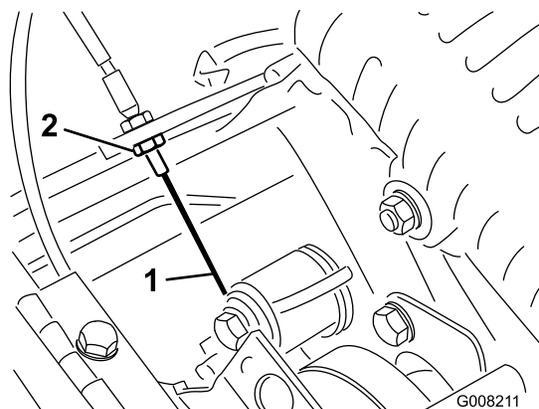

Bild 46
3. Wenn Sie die Kabelspannung erhöhen möchten, lösen Sie die vordere Klemmmutter und ziehen Sie die hintere Klemmmutter an (Bild 46), bis eine Kraft von 3 bis 4 kg benötigt wird, um den Fahrtrieb zu aktivieren. Messen Sie die Kraft am Handrad.